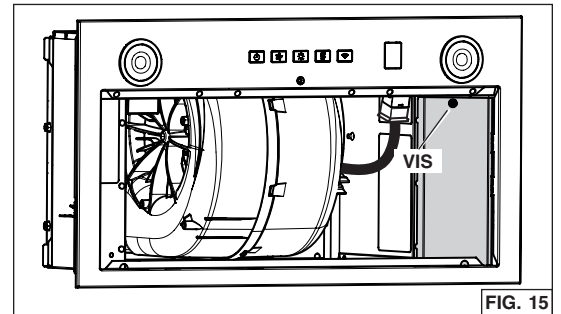

FIG. 15
3. Détacher le couvercle du compartiment électrique (en gris dans la FIG. 15) de l'intérieur de l'appareil en retirant sa vis de retenue. Retirer le sac de pièces de l'arrière du couvercle. Mettre de côté le sac de pièces et le couvercle avec sa vis.